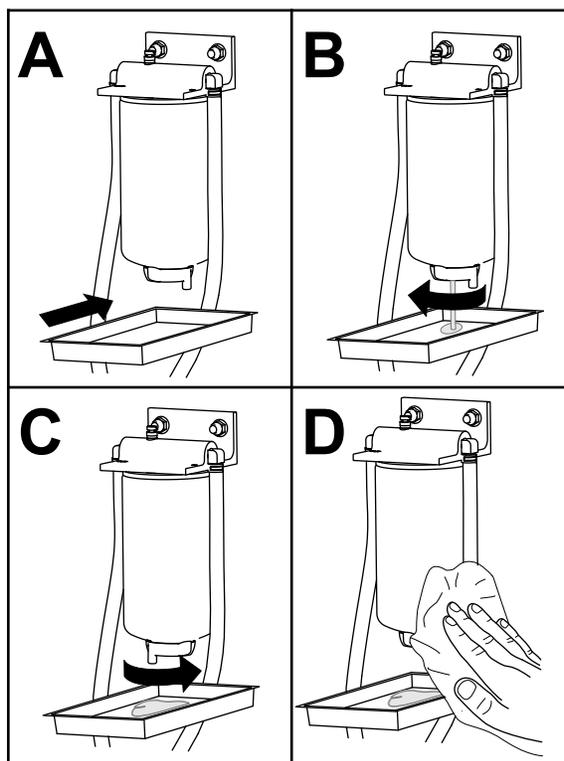

図 119
1. 図 119 に示すようにして、燃料/水セパレータから水を流し出す。